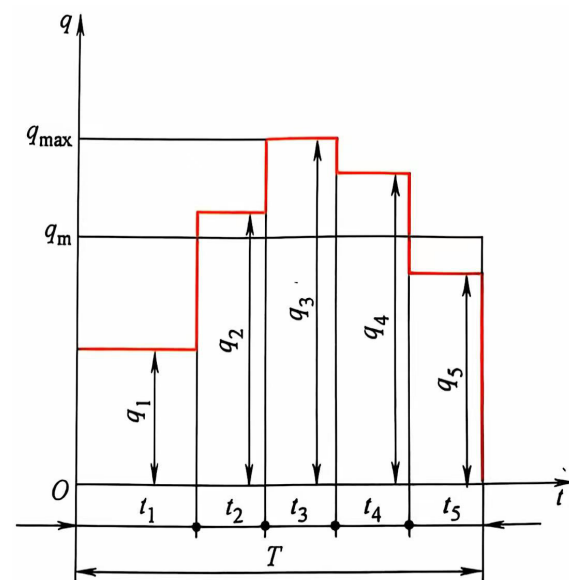

图7-1 周期性动作系统中的流量供应情况
- **在短时间内供应大量压力油液：**实现周期性动作的液压系统（见图7-1），在系统不需大量油液时，可以把液压泵输出的多余压力油液储存在蓄能器内，到需要时再由蓄能器快速释放给系统。这样就可以使系统选用流量等于循环周期内平均流量 q_m 的较小的液压泵，以减少电动机的功率消耗，降低系统温升。